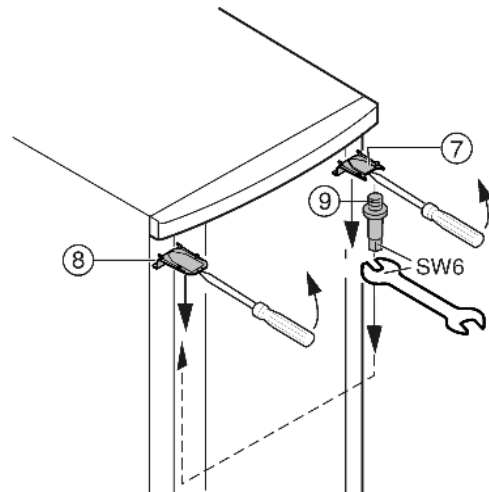

Fig. 6
- ▶ Верхнюю крышку *Fig. 6 (7)* и крышку *Fig. 6 (8)* с помощью отвертки выведите вперед из фиксатора и снимите, наклоня вниз.
- ▶ Выкрутите опорный палец *Fig. 6 (9)* и вкрутите на противоположной стороне (**с моментом 4 Нм**).
- ▶ Снова установите крышку *Fig. 6 (7)* на стороне опорного пальца: насадите сзади, защелкните спереди.
- ▶ Установите крышку *Fig. 6 (8)* на противоположной стороне: насадите сзади, защелкните спереди.
- ▶ Подвесьте верхнюю часть двери на опорный палец Fig. 6 (9).